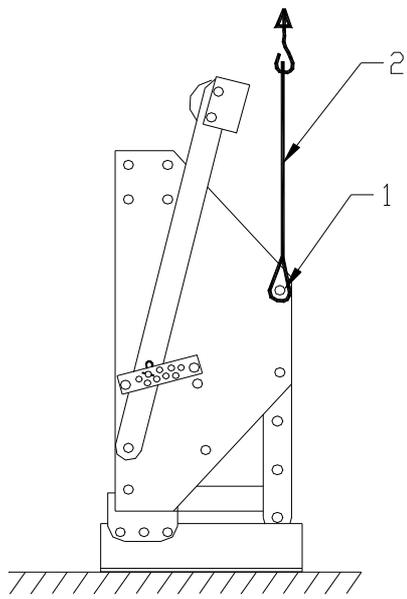

Fig. 1.
La máquina se entrega en pallet. Para instalar la máquina detrás del tractor, proceda de la forma siguiente(vea las fig.1, 2, 3, 4, 5 y 6)
2. Conecte firmemente la eslinga 2 de aproximadamente 2.5 mtr (8 ‘) junto con los grilletes D- a los orificios 1 a cada lado de las máquinas, tal como se indica en la Fig.1.